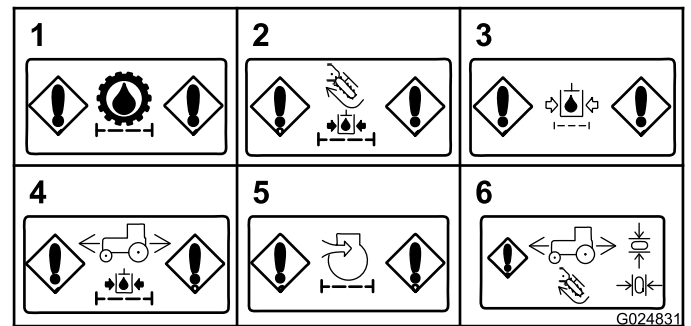

Figura 35
- **Obstrucción en el filtro hidráulico de carga (transmisión)** — Este mensaje aparece cuando el filtro hidráulico de carga de la transmisión está obstruido (Figura 35).
- **Obstrucción en el filtro hidráulico de carga (accesorios)** – Este mensaje aparece cuando el filtro hidráulico de carga de los accesorios está obstruido (Figura 35).
- **Obstrucción en el filtro hidráulico de retorno** – Este mensaje aparece cuando el filtro hidráulico de retorno está obstruido (Figura 35).
- **Obstrucción en el filtro hidráulico de carga (motor de tracción)** – Este mensaje aparece cuando el filtro hidráulico del motor de tracción está obstruido (Figura 35).
- **Obstrucción en el filtro de aire (motor)** – Este mensaje aparece cuando el filtro de aire necesita mantenimiento (Figura 35).
- **Indicador de retorno a punto muerto** – Se muestra este indicador si usted intenta realizar una operación que requiere que el joystick o el pedal de tracción esté en la posición de punto muerto. Coloque el joystick o el pedal de tracción en la posición de Punto muerto antes de seguir con la operación (Figura 35).